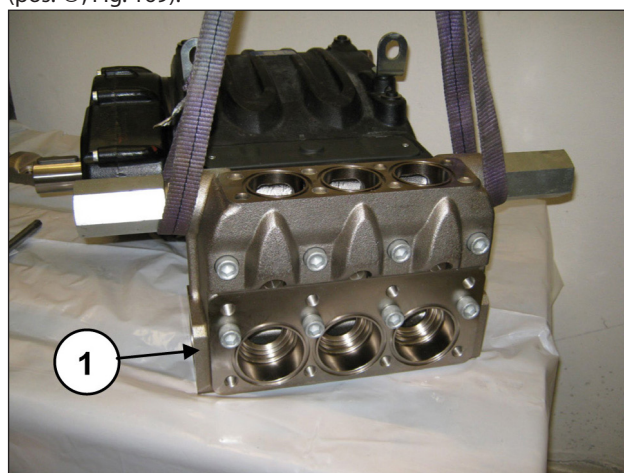
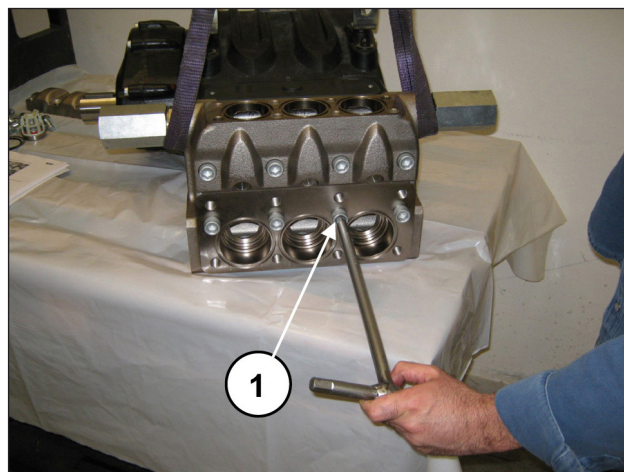

Fig. 168
Fig. 169
Montare la testata sul carter pompa (pos. ①, Fig. 168) facendo attenzione a non urtare i pistoni ed avvitare le 8 viti M16x150 (pos. ①, Fig. 169).